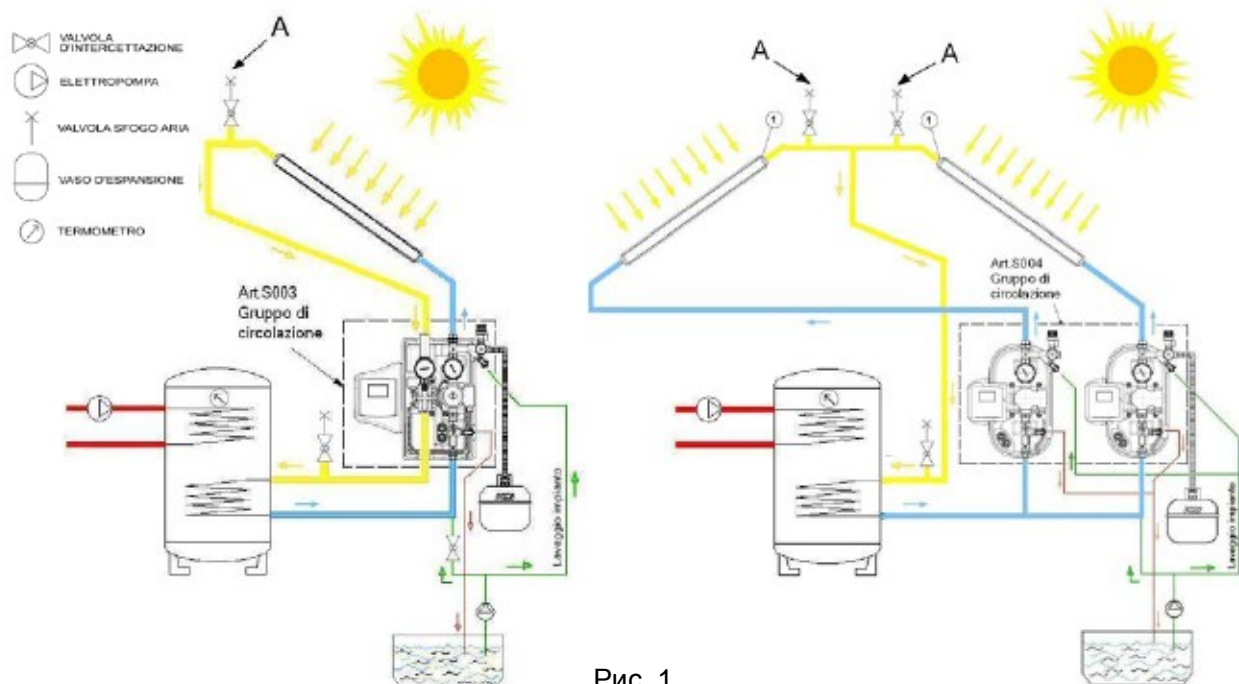

Рис. 1
1. Открыть запорные клапаны с воздухоотводчиками (Рис.1), эти клапаны должны быть расположены в самой высокой точке системы, чтобы оптимизировать их функции выброса воздуха из контура.
6. Перейти к заполнению системы до тех пор, пока воздух не перестанет выходить из клапана сброса воздуха (Рис.1).
8. Закройте запорные клапаны, воздухоотводчика (Рис.1).
7. Открыть запорные клапаны воздухоотводчиками (Рис.1) удалить остаток воздуха из системы, а затем закрыть клапаны.
11. После первых часов работы, солнечная система должна быть освобождена от воздуха еще раз при помощи воздухоотводчика (Рис.1), либо устройства сброса воздуха 8 (Таб.1) если имеется.
1. Открыть запорные клапаны с воздухоотводчиками (Рис.1).